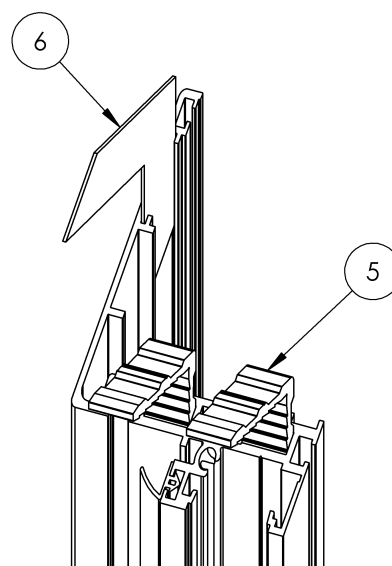

Figure 2
3. Mettre en place les équerres d'assemblage (rep. 5) et celles d'alignements (rep. 6) dans les montants latéraux (Fig. 2).